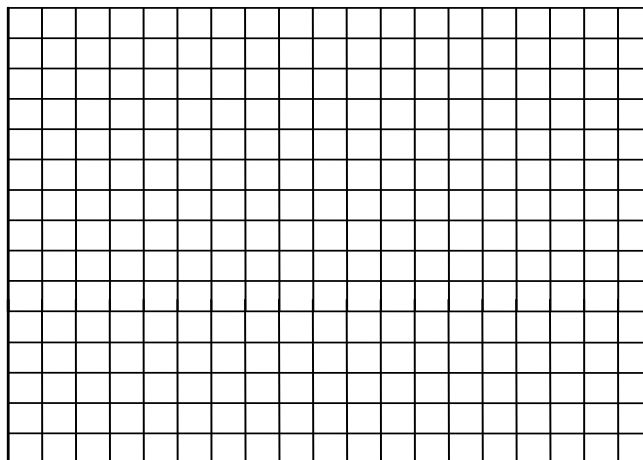

Figura E1 – Característica I-V de um LED vermelho.
- 2- Trace a característica do LED para valores de $E = 0, 0.2, 0.4, 0.6, 0.8, 1, 1.2, 1.4, 1.6, 1.8, 2, 4, 6\text{ V}$. Preencher a fig. E1.